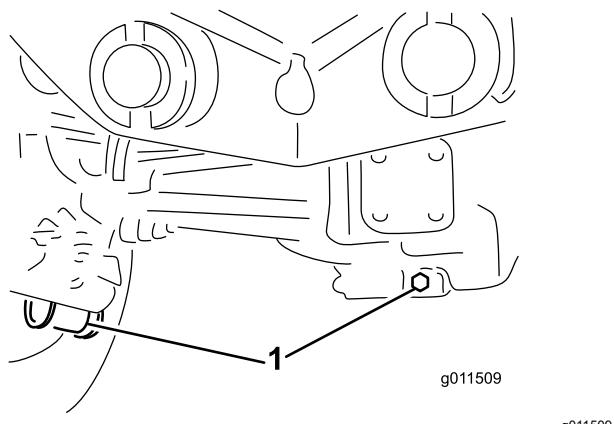

Figura 74
2. Pulite attorno ai tre tappi di spurgo, uno per lato ed uno in centro (Figura 74).